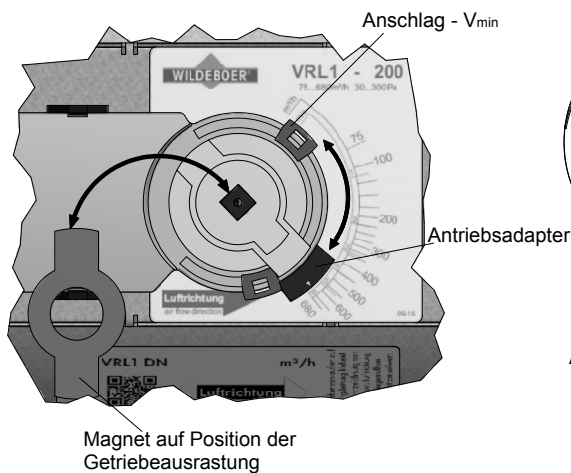

Abb. 12
- Antriebsadapters mit Hilfe der magnetischen Getriebeausrustung in Richtung Anschlag für V_{min} bringen (Abb. 12).